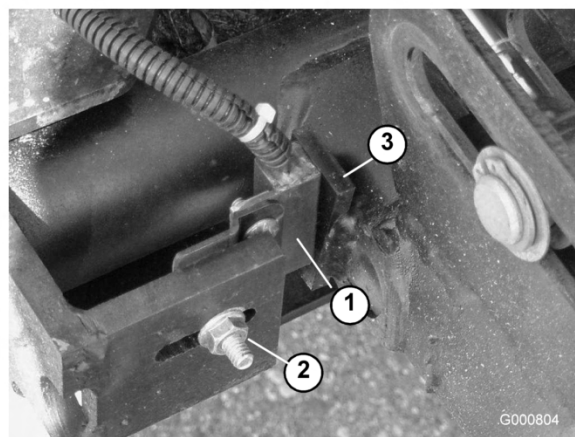

図 77
- ・ 昇降アームのスイッチのブラケットを4番、6番または7番昇降アームに固定しているキャリッジ・ボルトのナット (図 77) をゆるめる。図は4番昇降アームである。